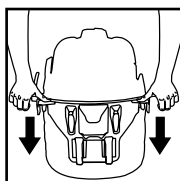

FIGURA 2
3. Presione las lengüetas del porta-herramientas dentro de las ranuras de las lengüetas de montaje de la parte posterior de la cubierta del depósito. **FIGURA 2.**